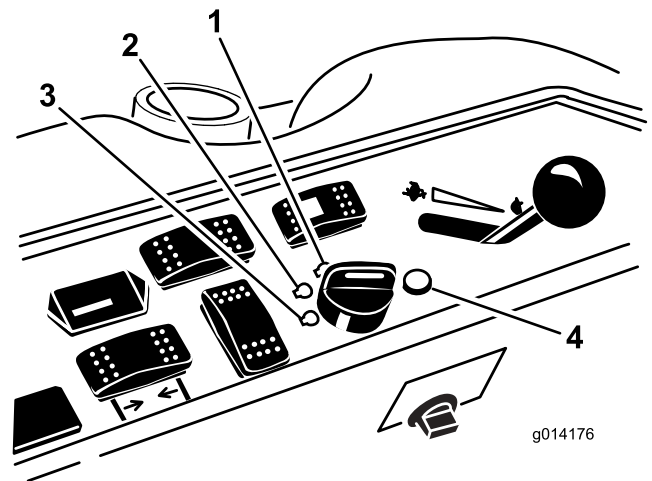

图12
6. 将点火钥匙顺时针旋转至“运行”位置 图12。
- 将点火钥匙旋转至“关闭”位置图12。在离开工作位置之前应等待所有活动部件都停下来。